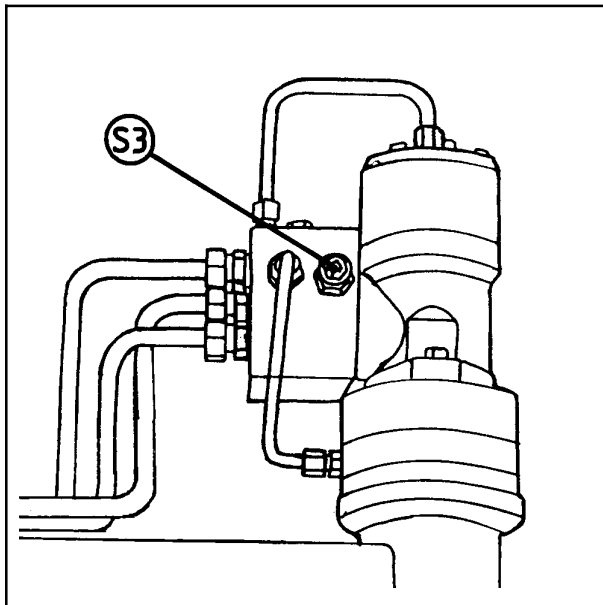

Fig. 14-3
- b) **Soupape de sécurité sur le retour de pression.** (S3, fig.14-3)
- b) **La soupape de sécurité (S3) peut avoir des fuites.** Dans ce cas, l'huile ne parvient pas au moteur du bras (voir fig.14-3). Démontez et vérifiez que l'obturateur n'est pas bloqué.